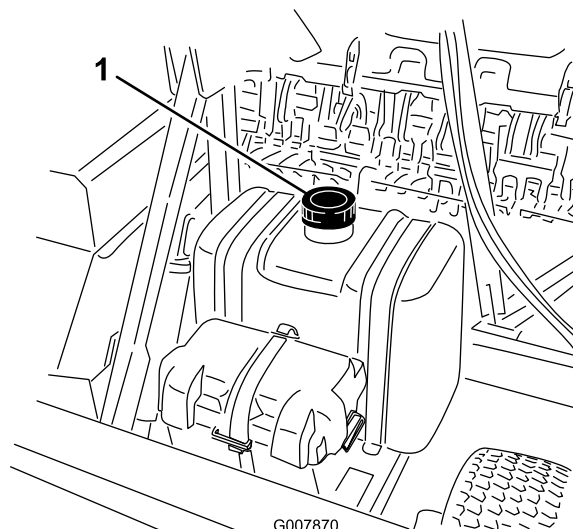

図 28
2. 各燃料タンク（図 28）のキャップの周囲をきれいに拭いてからキャップを取る。